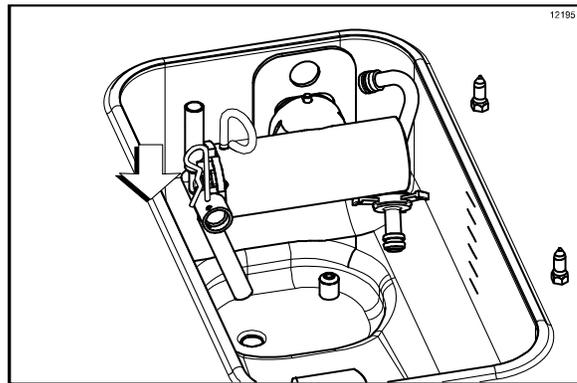

Figura 166
- Quite la chaveta de la bomba. Coloque el tubo de alimentación de mezcla en posición vertical en la esquina de la tolva de mezcla. Coloque la chaveta en la posición correcta en el conector de salida de la bomba. (Vea la figura 166).